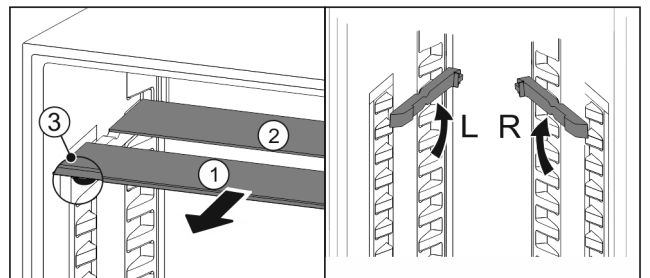

Fig. 115
- ▶ Glasplatten einzeln nach vorne herausziehen Fig. 115 (1).
- ▶ Glasplatte Fig. 115 (1) mit Zierleiste liegt vorne.
- ▶ Stopps Fig. 115 (3) zeigen nach unten.